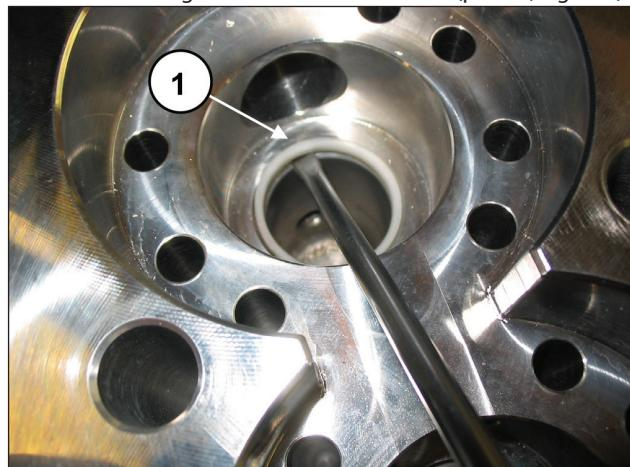

Fig. 105
Se necessario eseguire eventuali sostituzioni (pos. ①, Fig. 105).